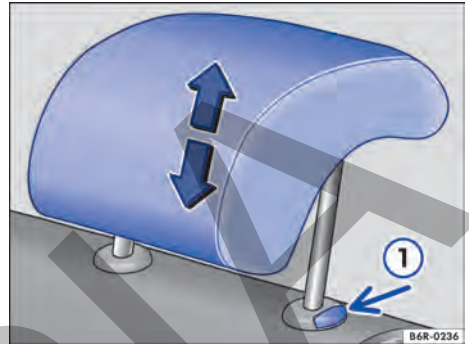

Fig. 60 Remover el apoyacabezas trasero.
- Retirar el apoyacabezas con el botón → fig. 60 ① presionado.
- Empujar hacia abajo el apoyacabezas con el botón → fig. 60 ① presionado.